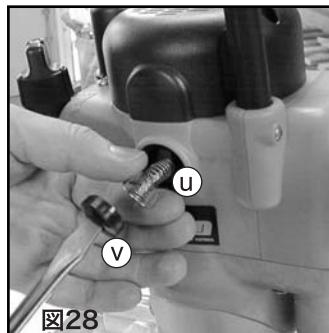

図28
1. 点検、整備の際には必ず機体のスイッチを切り、プラグを電源から抜いてください。モーターの両側にあるブラシホールダーキャップ(V)をマイナスドライバーなどで取り外します。(図28参照)